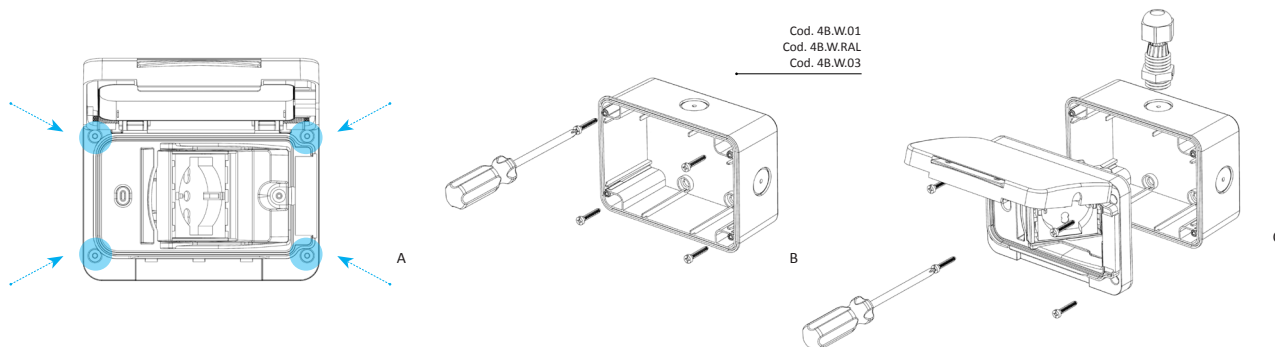

abb. 5
- Die eingefügte Plastik aus dem Sitz der Schrauben entlang des äußeren Randes der Schaltdose entfernen, siehe Abbildung 5-A
- Die IP 67 Schaltdose an der Wand befestigen (abb. 5-B)
- WIDE an der Schaltdose befestigen. (abb. 5-C)
- Закрепите настенную коробку IP67 (рис. 5-B)
- Попробуйте подвигать откидную подставку, убедившись в том, что ей ничего не мешает (рис. 5-C)